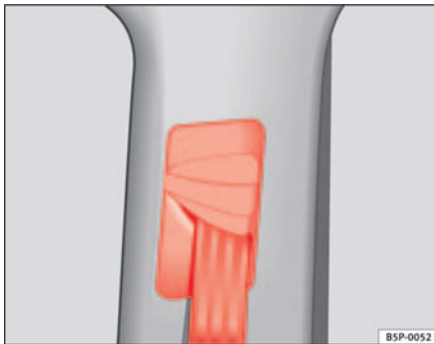

Abb. 17 Einbauort der Gurthöheneinstellung
- Drücken Sie den Umlenkbeschlag im oberen Bereich und halten Sie den Beschlag in dieser Stellung ⇒ *Abb. 17*.